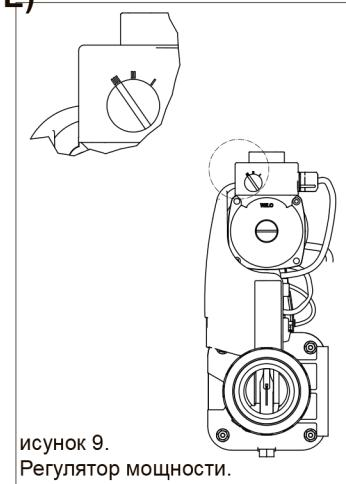

Рисунок 9.
3. Установите максимальное значение мощности на циркуляционном насосе теплообменника Aqua-Mex FE (поворнув ручку управления в положение III), см. Рисунок 9.
5. Включите теплообменник кнопкой «вкл./выкл.» (C).
Для достижения максимальной мощности циркуляционный насос устанавливается на максимальный уровень мощности См. Рисунок 9.